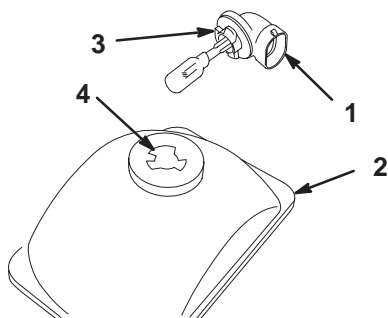

Figure 37
2. Passez sous le tableau de bord et tournez l'ensemble lampe de 1/4 de tour dans le sens anti-horaire (Fig. 37). Sortez l'ensemble lampe du réflecteur.
5. Passez sous le tableau de bord et alignez les trois languettes de l'ensemble lampe avec les rainures du réflecteur (Fig. 37). Insérez l'ensemble lampe dans le réflecteur et tournez-le de 1/4 de tour dans le sens horaire jusqu'à la butée.